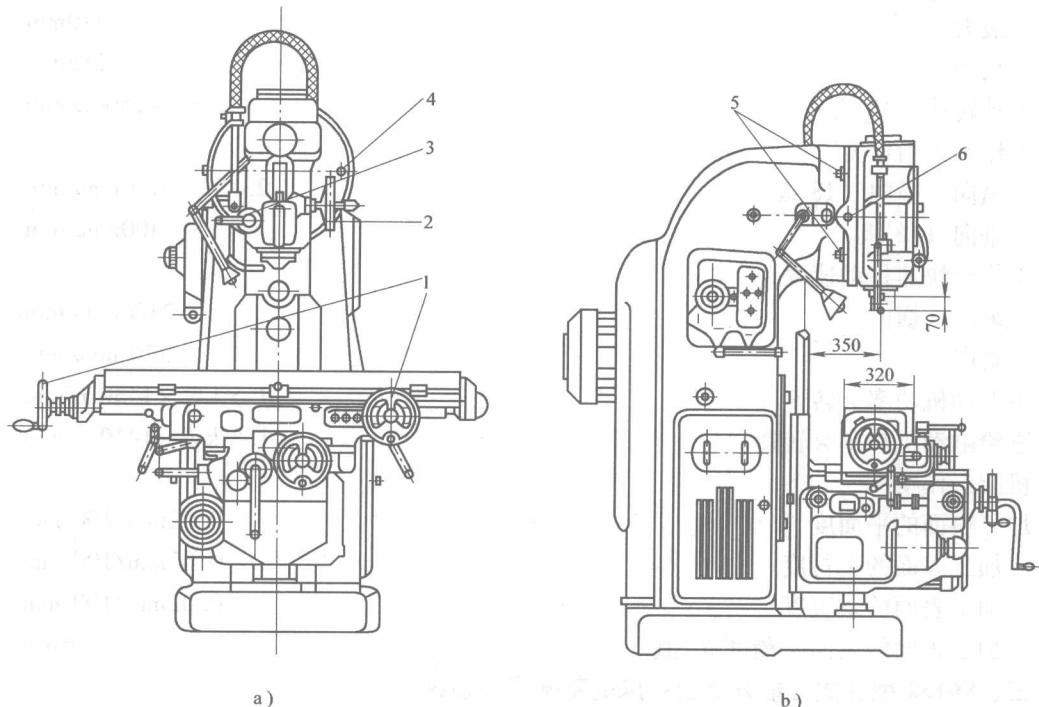

图1-8 X5032立式升降台铣床
1) X5032型立式升降台铣床是一种常见的立式升降台铣床，外形如图1-8所示。其规格、操纵机构、传动变速情况等与X6132型卧式万能升降台铣床基本相同。
3) 需要主轴套筒带动主轴作垂向进给运动时，首先松开主轴套筒锁紧手柄3，再摇动主轴套筒升降手柄2，使主轴套筒带动主轴作上下垂向移动，行程完毕，锁紧主轴套筒锁紧手柄3（图1-8）。主轴套筒的垂向移动距离范围是70mm。
4) 在立铣头的座体上刻有刻度，可使主轴轴线按其刻度左右回转45°。主轴轴线的零位由定位销4定位，需要转动立铣头角度时，应先拔出定位销4，再松开铣头紧固螺钉5，转动调整角度手柄6，调整立铣头主轴轴线至要求角度，再将铣头紧固螺钉5紧固（图1-8）。